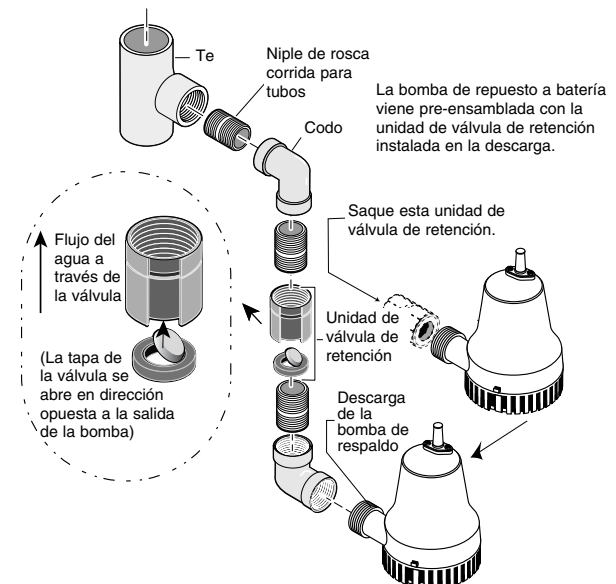

Figura 5 – Saque la válvula de retención pre-ensamblada
- Saque la unidad de válvula de retención (Claves No. 4 en la página 43) de la descarga de la bomba de respaldo a batería (Clave No. 5) y póngala a un lado. Consulte la Figura 5. La unidad de válvula de retención se usará más tarde durante el ensamblaje.